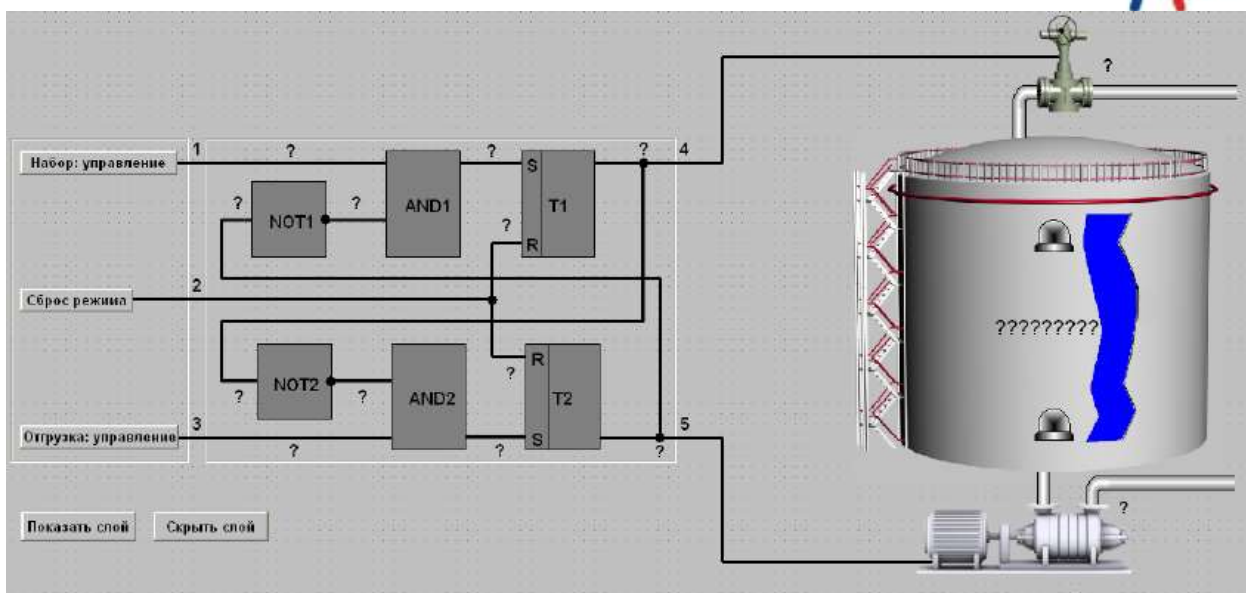

Рис. 8
5. Создайте в слое **Layer2** объекты **Значение параметра**, разместите их и привяжите к ним соответствующие сигналы и локальные переменные (Рис. 8).